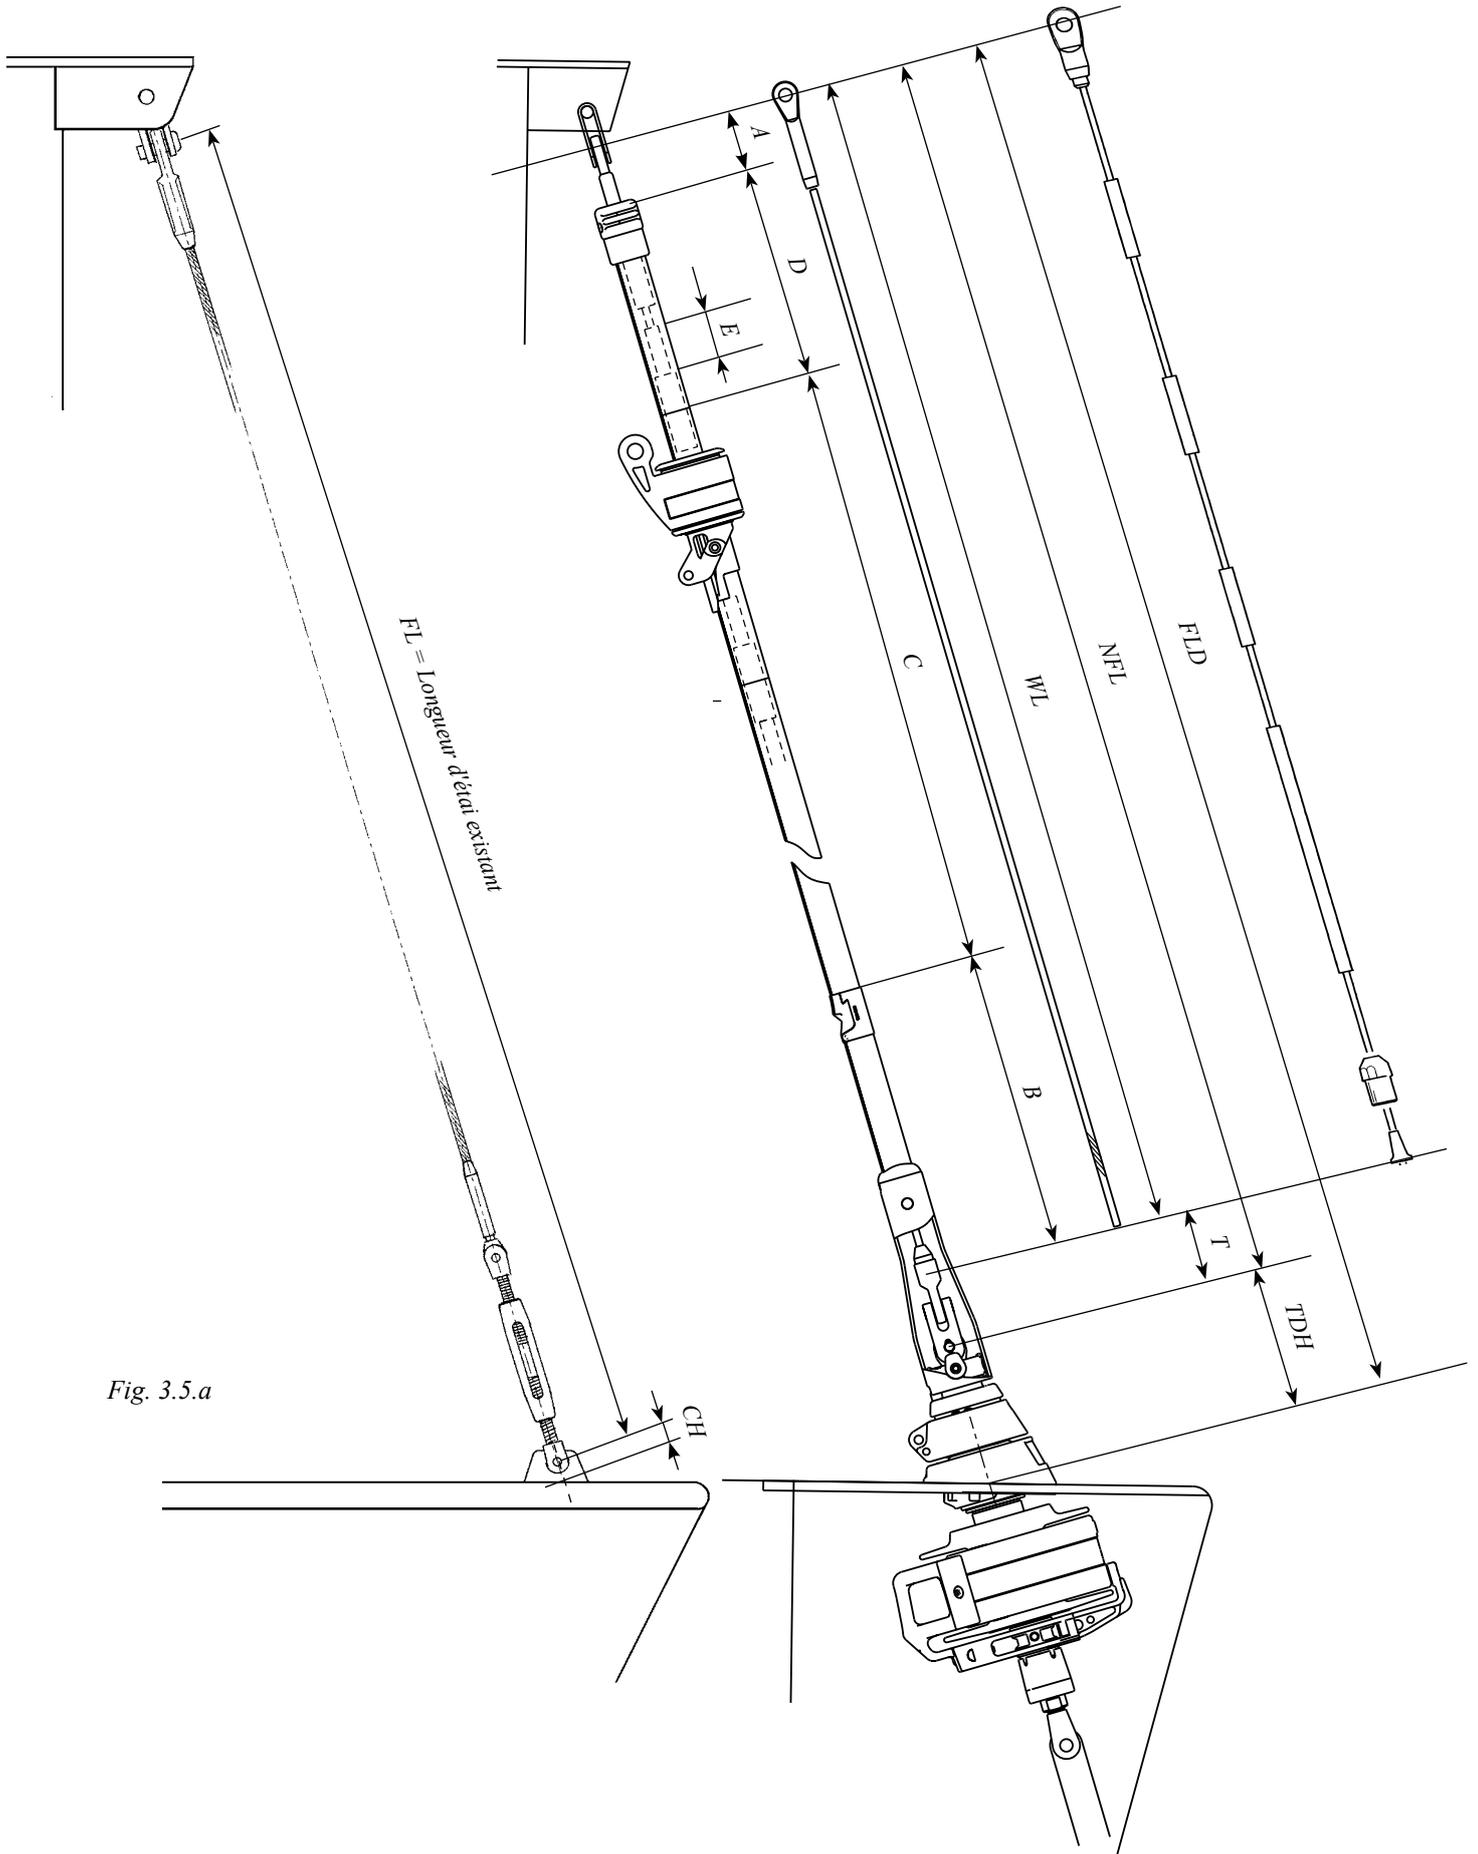

Fig. 3.5.a
13. Vérifiez la longueur de l'étai (FL) dans le "**Tableau de calcul 1**" (3.5.1) et en figure 3.5.a.